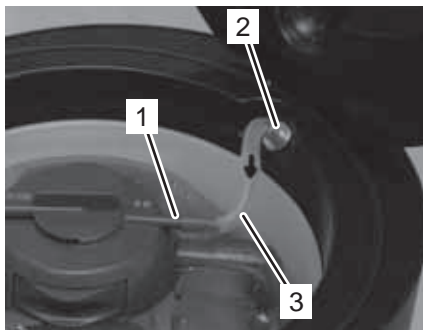

Fig. 42
13. Posez le fût réservoir dans la chambre de réfrigération de façon à ce que l'alimentation en air « Air In » (Fig. 42/1) de l'adaptateur de fût soit orientée vers l'arrière.
14. Reliez maintenant l'alimentation en air « Air In » (Fig. 42/1) et celle de l'appareil (Fig. 42/2) avec un tuyau à air (Fig. 42/3). La flèche figurant sur le tuyau à air doit alors être orientée dans la direction de l'alimentation en air « Air In » sur l'adaptateur de fût.